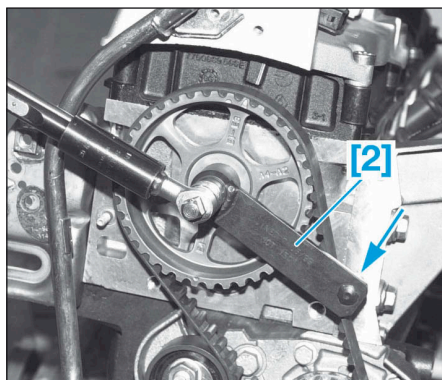

FIG.6
- [2]. Outil de précontrainte de courroie de distribution (référence : Mot. 1501) (Fig.6).
- Mettre en place l'outil [2] sur le pignon d'arbre à cames (Fig.6).